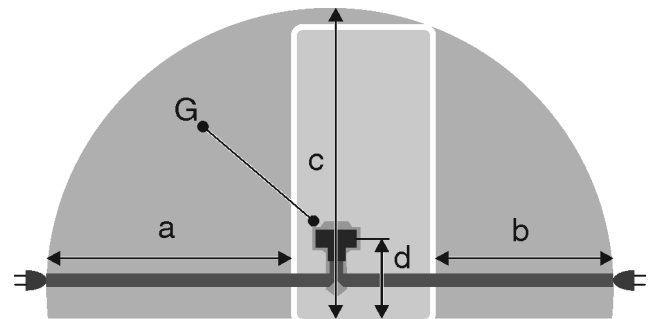

Fig. 52
- Розетка знаходиться за межами зони задньої стінки пристрою у заданому діапазоні *Fig. 52 (a, b, c)*.
- ▶ Штекер пристрою *Fig. 52 (G)* вставити на задній стінці пристрою. Слід звернути увагу на належну фіксацію.